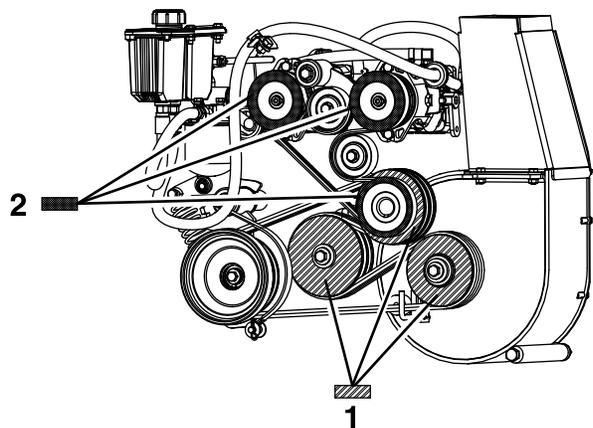

Рисунок 67
8. Взяв шкив воздуходушки в качестве линии отсчета, переместите двигатель и передаточный вал так, чтобы задняя поверхность всех 3 шкивов была выровнена с отклонением в пределах 0,8–1,6 мм (Рисунок 67).
4. Используя проверочную линейку, выровняйте каждый шкив насоса относительно шкива двигателя, сдвинув их по валу насоса (Рисунок 67).